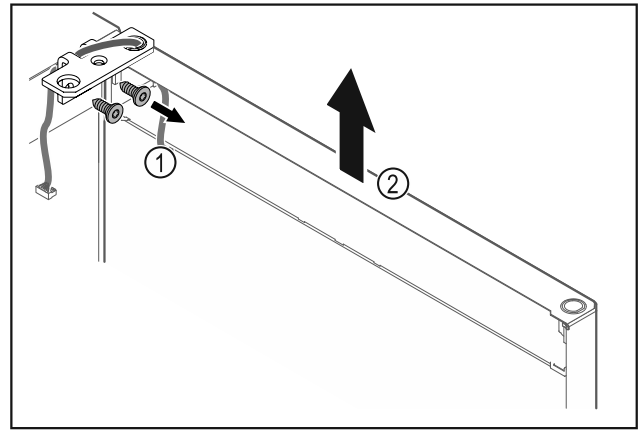

Fig. 25
- Dévisser l'équerre de la charnière Fig. 25 (1).
- Soulever la porte (équerre de charnière incluse) Fig. 25 (2) d'environ 200 mm et la retirer.